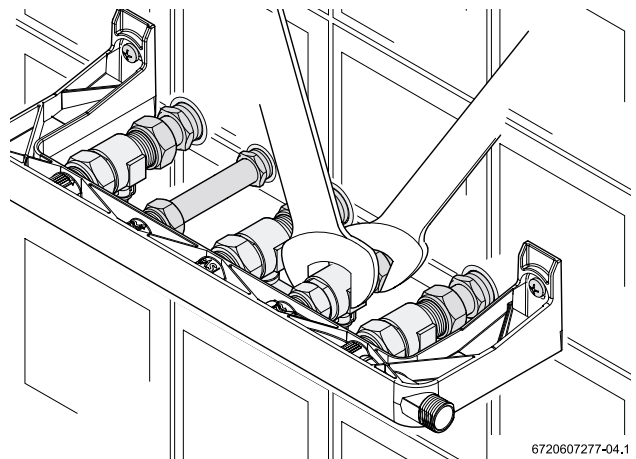

Fig. 4 Strangerea insurubarilor
- ▶ Cu ajutorul a doua chei fixe strangeti toate insurubarile (Fig. 4).